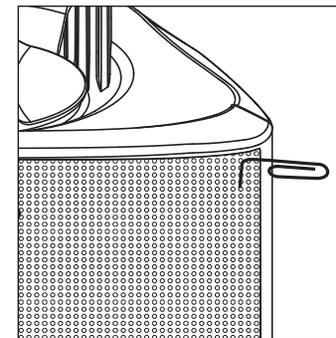

FIGURA 5: Rimuovere la griglia mediante una graffetta.
1. Separare le varie parti del diffusore: rimuovere le staffe e le relative manopole. Rimuovere la griglia agganciandola con cautela a una graffetta piegata e tirandola delicatamente per staccarla dalla cassa [Figura 5].